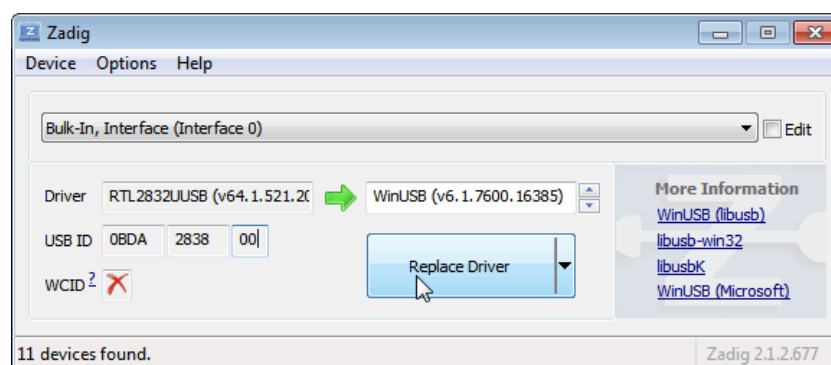

Figura 12: Instalación del controlador para el receptor RTL-SDR.
4. Seleccione en la lista de dispositivos “**Bulk-In, Interface (Interface 0)**”. El algunas PC’s usted podría encontrar al dispositivo listado como “RTL2832UHIDIR” o “RTL2832U” en vez de “**Bulk-In, Interface**”. **IMPORTANTE:** NO seleccione “USB Receiver (Interface 0)” or Interface 1” o ningún otro dispositivo ya que podría sobrescribir el controlador ya instalado para otro dispositivo USB. Revise nuevamente que la el campo “USB ID” muestre los números “**0BDA 2838 00**” (Figura 12). Esto indicará que se ha seleccionado correctamente el dongle.
5. Asegúrese de que el campo a la izquierda de la flecha verde contenga el driver “**WinUSB**” (figura 12).